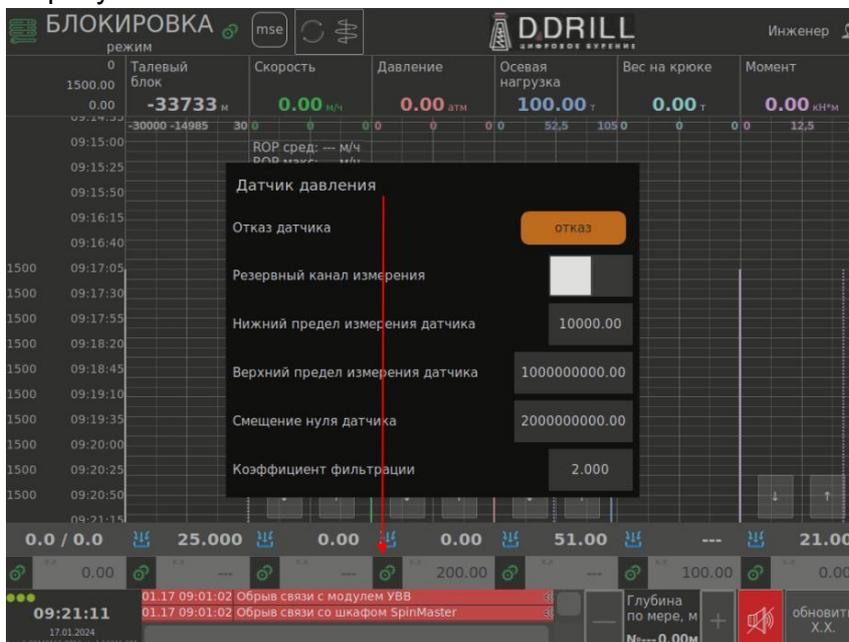

Рис. 12
1. Для настройки датчика давления нажмите на изображение шестерни, указанной на рисунке Рис. 12.